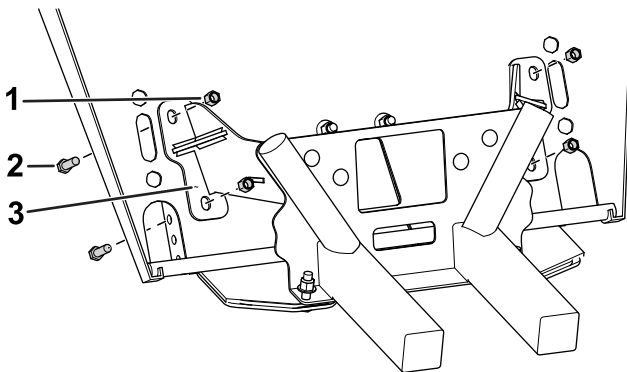

Figura 3
7. Utilice 4 pernos de cabeza hexagonal ($\frac{3}{8}$ " y 4 tuercas ($\frac{3}{8}$ " para sujetar provisionalmente la parte delantera de la chapa de protección y los soportes al parachoques (Figura 3).